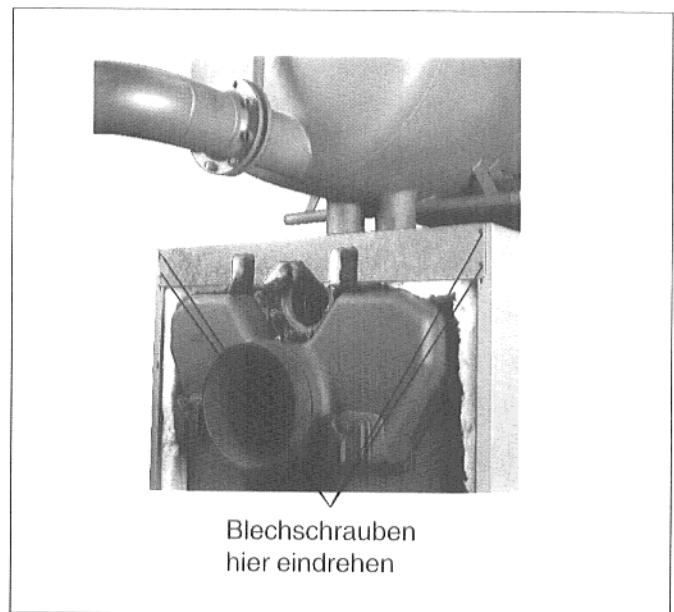

Abb. 45
- Die **Rückwandverkleidung hinten oben** auflegen und mit vier Blechschrauben an den hinteren Seitenwänden anschrauben (Abb. 45).